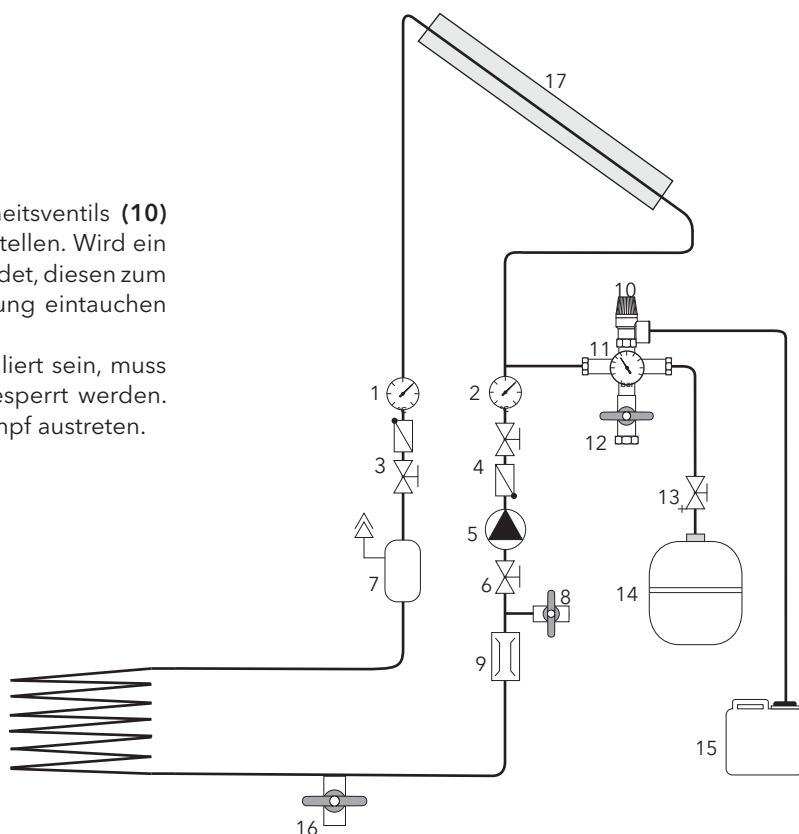

Bild 26 Betriebszustand
- Position der Armaturen wie in Bild 26
- Unter der Abblaseleitung des Sicherheitsventils (10) temperaturbeständiges Auffanggefäß stellen. Wird ein Solarkanister (15) aus Kunststoff verwendet, diesen zum Teil mit Wasser füllen und Abblaseleitung eintauchen lassen.